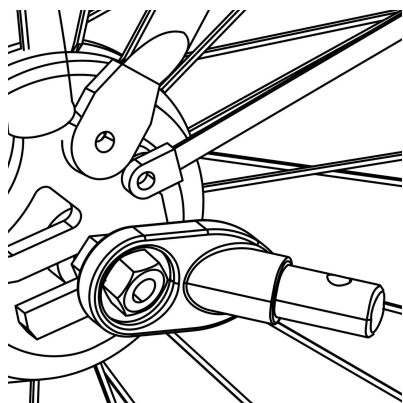

Figura 11
2. Eje con tuerca: Desenrosque la tuerca con arandela del lado izquierdo del eje trasero de la bicicleta. Instale el enganche en el eje y vuelva a atornillar la tuerca con la arandela (Figura 11).